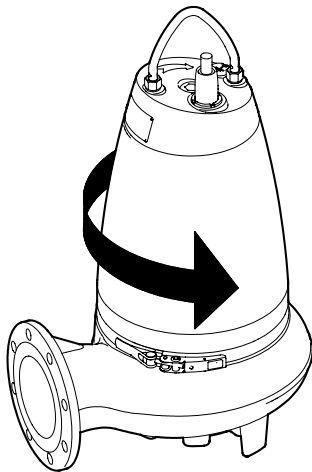

Fig. 13 Sentido en el arranque
Una flecha en la tapa superior indica el sentido de giro correcto. La bomba debe girar en el sentido de las agujas del reloj, visto desde arriba. Al arrancar, la bomba dará una sacudida en el sentido opuesto al de giro, ver fig. 13.
3. Si está conectada correctamente, la bomba se moverá en el sentido opuesto al de giro, ver fig. 13. De lo contrario, intercambiar dos de las fases del suministro eléctrico.